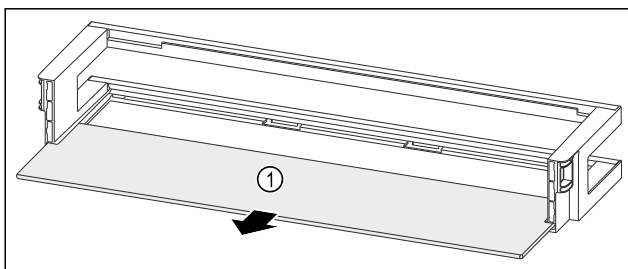

Fig. 131 Ajtópolc tárolólappal
- ▶ Vegye ki a tárolólapot Fig. 131 (1).